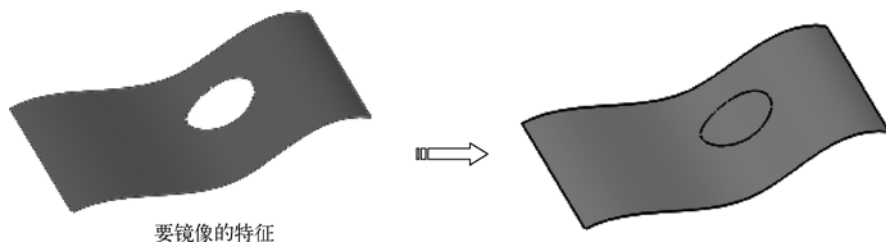

图 4-93 排除曲面并填充孔
- 排除曲面并填充孔：选择此单选按钮，将所选曲面中的孔自动修补，如图 4-93 所示。